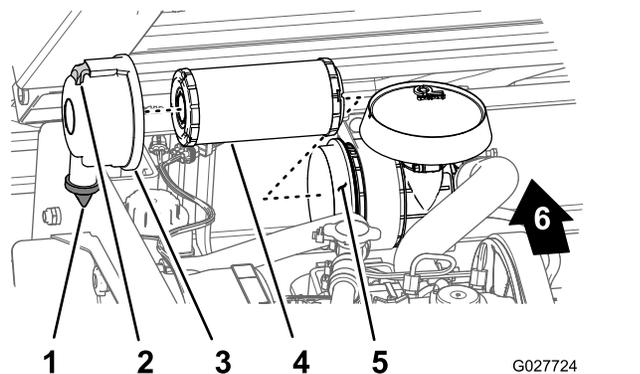

Рисунок 35
- Проверьте корпус воздушного фильтра на отсутствие повреждений, которые могли бы вызвать утечку воздуха (Рисунок 35).
3. Потяните защелку наружу и поверните крышку воздушного фильтра против часовой стрелки (Рисунок 35).
5. Во избежание излишнего запыления соблюдайте осторожность при извлечении фильтрующего элемента из корпуса воздушного фильтра (Рисунок 35).
1. Очистите канал для выброса грязи, расположенный в крышке воздушного фильтра (Рисунок 35).
2. Извлеките из крышки резиновый выпускной клапан, очистите полость и замените выпускной клапан (Рисунок 35).
3. Вставьте элемент в корпус воздушного фильтра, нажимая на наружный обод элемента, чтобы посадить его в крышку воздушного фильтра (Рисунок 35).
4. Совместите крышку воздушного фильтра с его корпусом так, чтобы резиновый выпускной клапан был обращен вниз, находясь в положении приблизительно между «5 и 7 часами», если смотреть с торца (Рисунок 35).
5. Закрепите крышку на корпусе защелками (Рисунок 35).